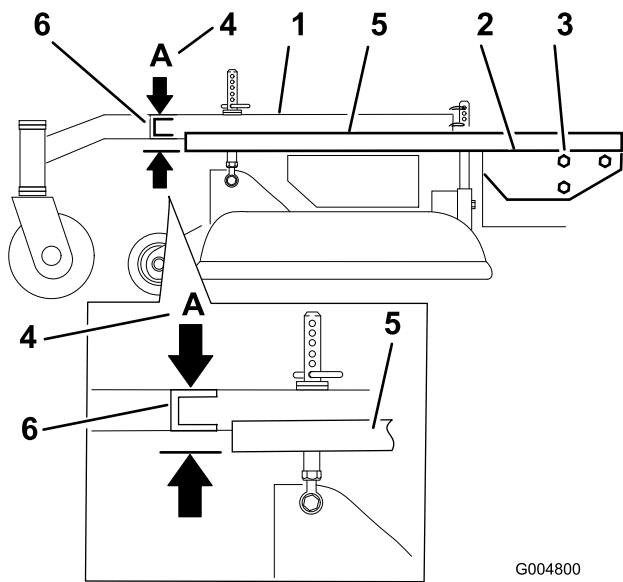

Figura 52
3. Coloque una regla larga en la parte superior de la carcasa del motor según se ilustra en la Figura 52.
4. En la ranura transversal del bastidor de tiro, mida la altura en la posición **A** (Figura 52). Debe ser de 33 mm, con una tolerancia de más o menos 6 mm.
6. Afloje los pernos de montaje del bastidor de tiro en los dos lados de la máquina (Figura 52).
7. Alinee el bastidor de tiro y la carcasa del motor para que tengan una altura de 33 mm, con una tolerancia de más o menos 6 mm, en la posición **A** (Figura 52).